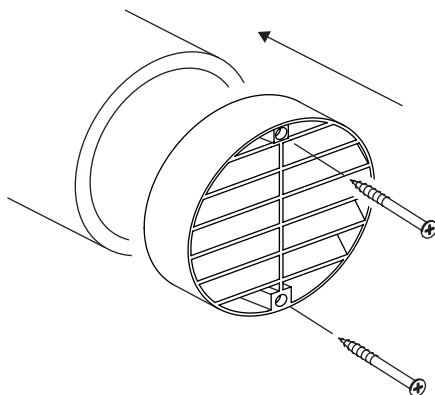

Рисунок 6.5. Размещение решетки
6. Установите воздухозаборную решетку Tiop (далее по тексту – решетка) на трубу. Закрепите решетку на трубе с помощью самонарезающих винтов (рис. 6.5).